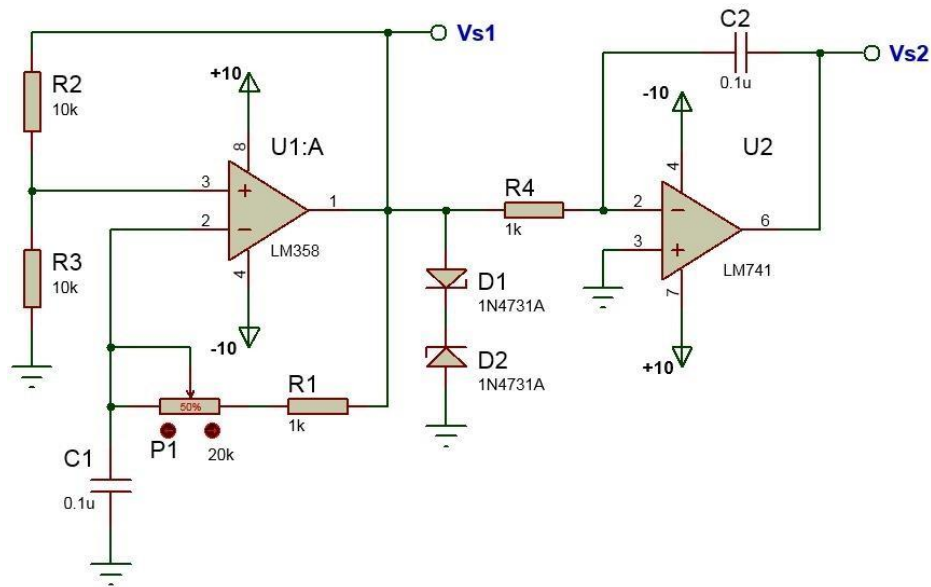

Figura 5.4
2. Investigar las ecuaciones de funcionamiento de un oscilador de onda cuadrada como el mostrado en la parte izquierda del circuito de la figura 5.4.
1. Simule el circuito que se muestra en la figura 5.4 teniendo cuidado de polarizar correctamente los circuitos.
1. Determine la función de transferencia del circuito integrador mostrado en la parte derecha de la figura 5.4 y calcule su frecuencia de corte.